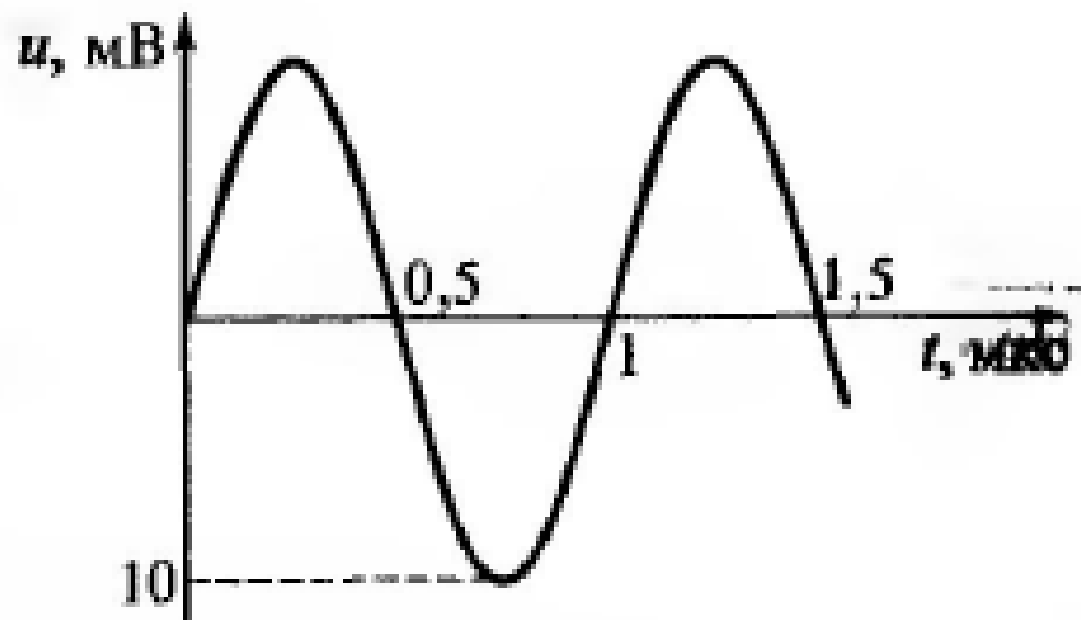

Рис. 6.24. Сигнал, заданный к задаче 6.196
**6.196.** Определить, какие органы управления в какое положение необходимо установить для получения на выходе прибора Г4-102 сигнала, показанного на рис. 6.24.